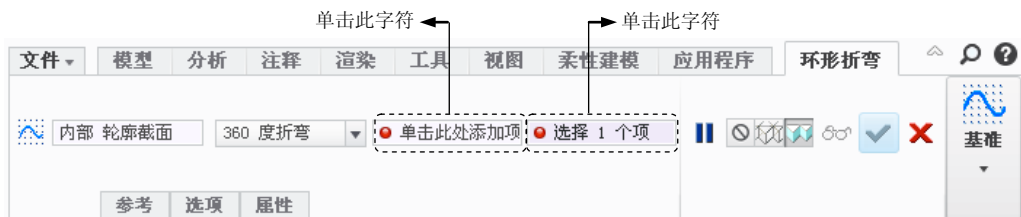

图 4.5.13 “环形折弯”操控板
(6) 在图 4.5.13 所示的“环形折弯”操控板中的“折弯类型”下拉列表中选择 **360 度折弯** 选项；然后分别单击其后的 **单击此处添加项** 字符，并分别选取图 4.5.14 所示的两个端面。
(7) 在操控板中单击 **参考** 选项卡，选中 ☒ 实体几何复选框，单击 ☒ 按钮。